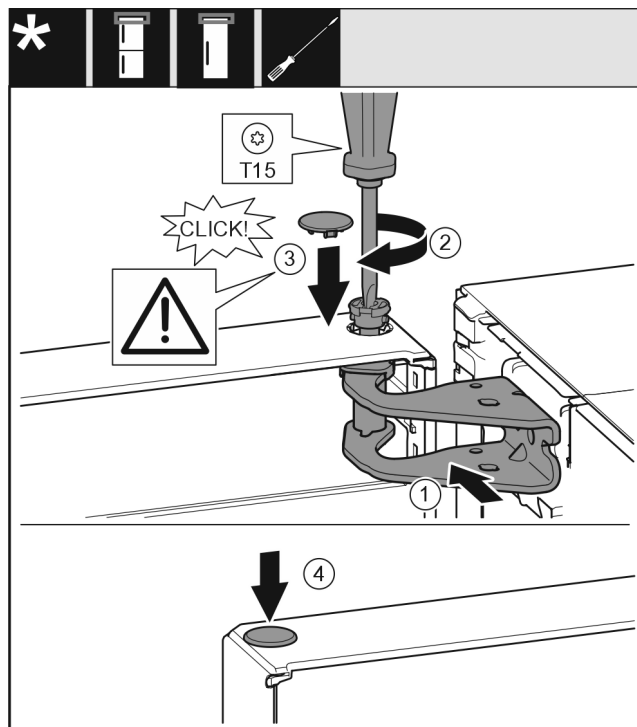

Fig. 30
- Dveře nahoře vyrovnejte s otvorem ve stojanu ložiska Fig. 30 (1).
- Vložte čep Fig. 30 (2) a pevně jej utáhněte šroubovákem.
- Nasadte kryt Fig. 30 (3).
- Zkontrolujte, zda kryt Fig. 30 (3) doléhá na dveře.
- Nasadte kryt Fig. 30 (4).